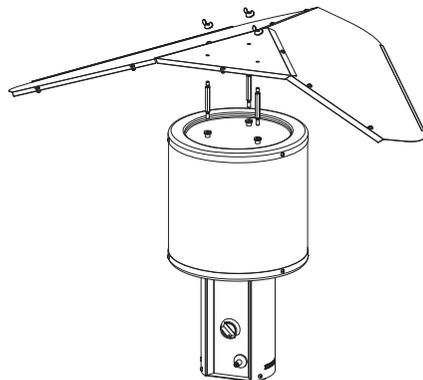

Рис. 9 – Установка козырька
- Установите на дожигатель козырек, закрепите козырек на гайки-барашки M6 из нержавеющей стали (Рис. 9);